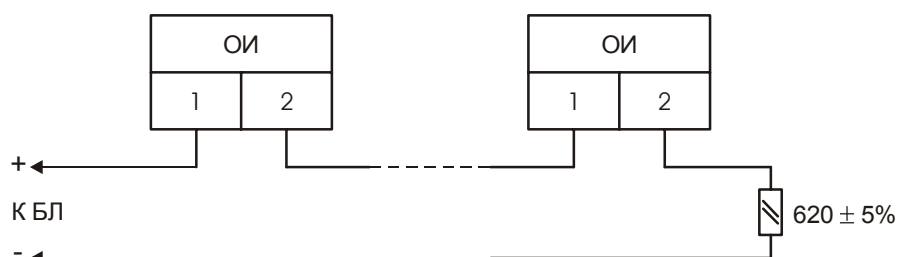

Рис. 2 Схема ШС с ИО с нормально-замкнутыми контактами.
Типовая схема включения приведена на Рис. 2
5.5. Схема включения извещателей в ШС СКШС приведена на Рис. 2.